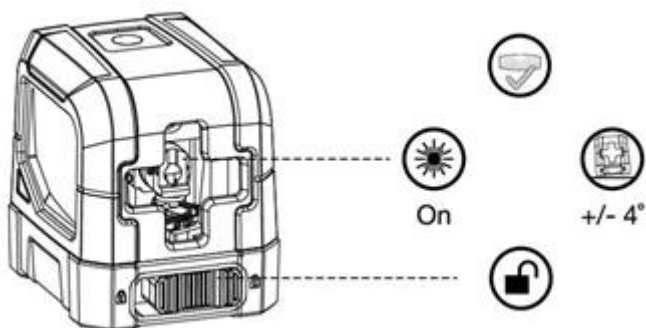

Figura 3.
- fasciculul (razele laser) clipește rapid atunci când instrumentul este în afara domeniului de auto-nivelare ($4^\circ \pm 1^\circ$). Vezi figura 3.